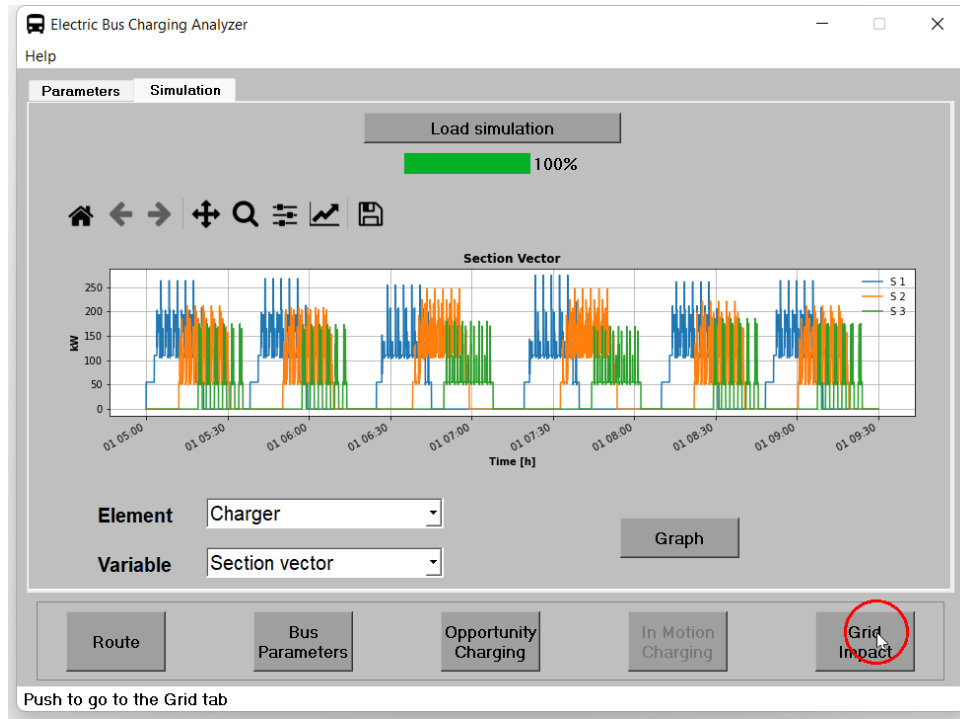

Figura 43: Cambiar de ventana.
- Finalmente, después se puede pasar a ventana de carga en movimiento presionando el botón **In Motion Charging** como se muestra en la figura 43.